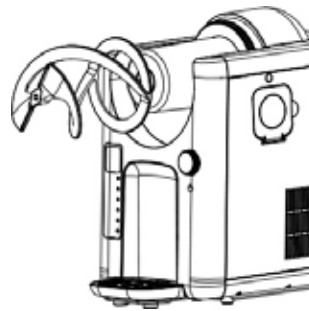

Fig. 2
9. Mettez le mélangeur sur la tige d'entraînement carrée conformément à la figure 2 et insérez le mélangeur complètement sur le cylindre de réfrigération.